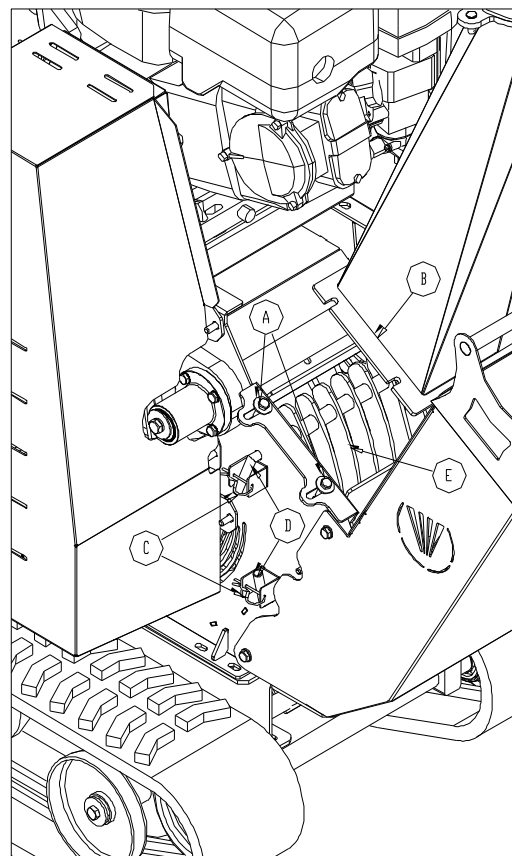

Fig. 7 - Pulizia biotrituratore
Togliere il tubo di lancio (B), allentare e spostare nelle asole le quattro viti (A) ed eliminare gli eventuali residui rimasti fra il vaglio e il tubo di lancio facendo attenzione agli organi di taglio (Fig. 7). Nel caso si rendesse necessaria una pulizia del rotore, smontare il vaglio (E) togliendo prima le 2 copiglie (C) e i perni (D) (Fig. 7).